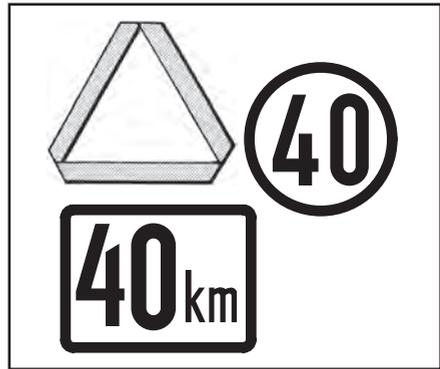

Abb. 2.21
- Sicherstellen, dass der Traktor und die eventuellen anderen Ausrüstungen mit dem Hinweissymbol für langsame Fahrzeuge oder mit Rundumleuchte ausgestattet sind, wenn dies vom Gesetz vorgeschrieben ist. (Abb.2.21).